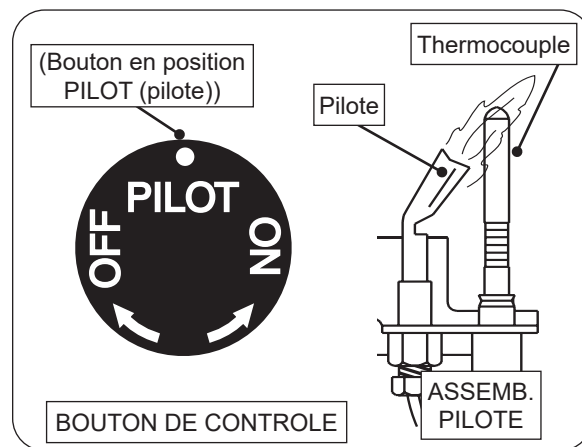

Fig. 53-1 Éclairage pilote
3. Localisez l'assemblage de la veilleuse sur le côté ou à l'arrière du bac du brûleur (voir Fig. 53-1).
4. Tournez le bouton de commande dans le sens antihoraire  sur **PILOT** (pilote). Appuyez **fermement et complètement** sur le bouton de commande et maintenez-le enfoncé. Tenez une allumette allumée à longue tige / un briquet au butane à long cou près du thermocouple pour allumer la veilleuse. Continuez à maintenir le bouton enfoncé pendant environ une (1) minute après l'allumage de la veilleuse. Relâchez le bouton et il ressortira. La veilleuse restera allumée. Voir la Fig. 53-1. S'il s'éteint, répétez les étapes 2 à 4.